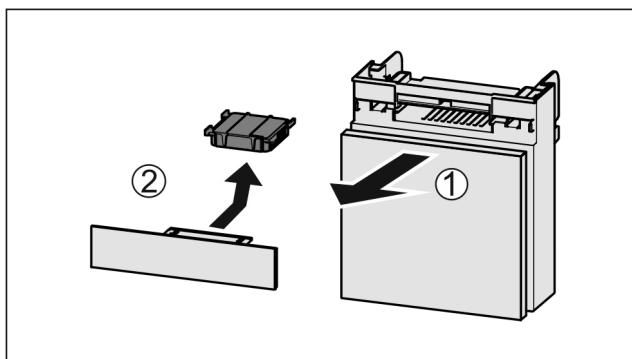

Fig. 170
- Predal izvlecite Fig. 170 (1) naprej.
► Odstranite Fig. 170 (2) aktivni ogleni filter.